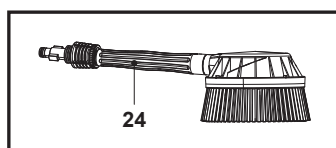

Fig. 15
La brosse rotative (24) nettoie efficacement tout en respectant les surfaces traitées. Elle est idéale pour une utilisation sur les véhicules, les vitres et le mobilier de jardin, assurant une action nettoyante efficace pour éliminer la saleté, mais douce sur les surfaces grâce à la combinaison de la pression de l'eau et de l'action de brosse (Fig. 15).